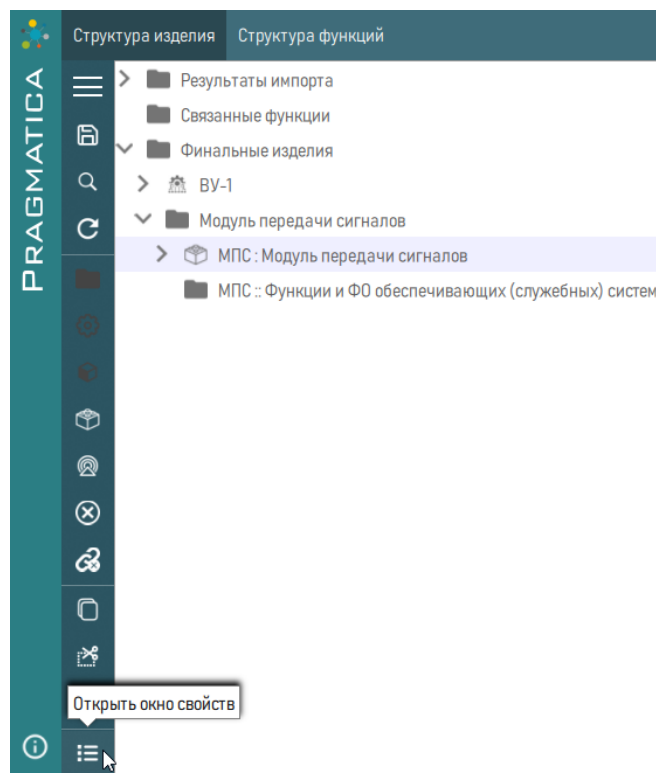

Рисунок 148 – Открыть окно свойств
1) Выбрать созданный объект и нажать кнопку  «Открыть окно свойств», расположенную слева на панели (рисунок 148).